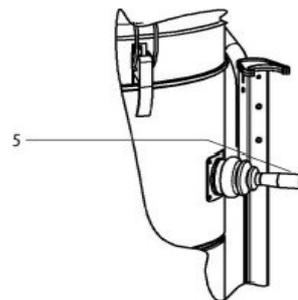
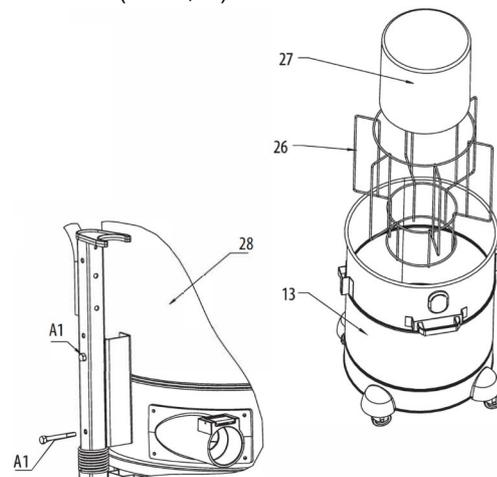

Abb. 7: Reinigen des Filters
Abb. 8: Einsetzen des Schwimmers
Schritt 2: Heben und Senken Sie den Hebel ( Pos. 5 Abb. 7) energisch und immer wieder. Dadurch löst sich der am Filter haftende Staub.
Schritt 1: Setzen Sie den Korb (Abb.7, 26) in den Tank (Abb.7,13).
Schritt 2: Setzen Sie den Schwimmer (Abb.7, 27) in den Korb (Abb.7,26) ein.
Stellen Sie sicher, dass der Tank mit einem Aluminiumband versehen mit Silikon (Abb.8,30) versiegelt ist.
Schritt 2: Entfernen Sie den Tank (Abb.8,28) aus dem Sauger indem Sie die 4 Stifte (Abb.7,A1) entfernen.
Schritt 4: Versiegeln Sie ihn wie in Abbildung 8 gezeigt. Achten Sie darauf, dass Silikon 24 Stunden zu trocknen und schalten Sie den Sauger nicht ein.